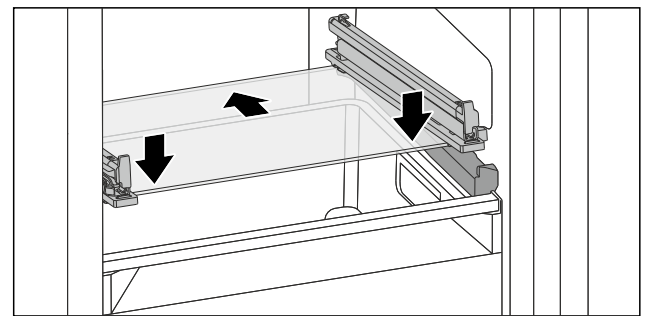

Fig. 86 Glasplatte des abklippbaren Schubfachs
- Glasplatte schräg hinter den Stopperrn aufsetzen. (siehe Fig. 86)